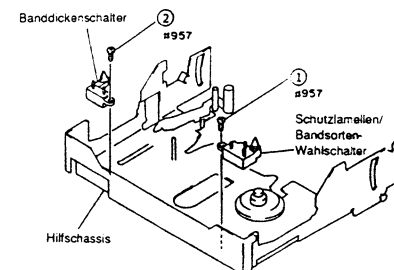
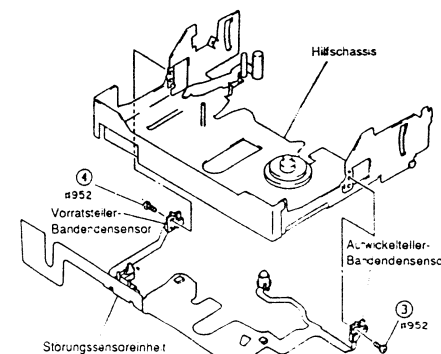

Abb. 2-60
Abb. 2-61
- 1) Eine (1) Befestigungsschraube des Schutzlamellen/Bandenden-Wahlschalters entfernen (siehe Abb. 2-60).
- 2) Eine (1) Befestigungsschraube des Banddickenschalters entfernen.
- 3) Eine (1) Befestigungsschraube des Aufwickelteller-Bandendensors entfernen (siehe Abb. 2-61).
- 4) Eine (1) Befestigungsschraube des Vorratsteller-Bandendensors entfernen.